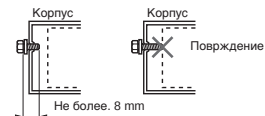

Рис. 3
4. При установке следует пользоваться только винтами из комплекта поставки. В случае применения других винтов можно повредить корпус аппарата. (Рис. 3)